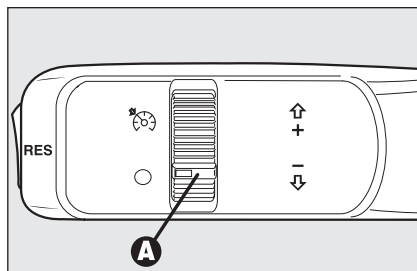

fig. 57
Tourner la bague **A-fig. 57** sur
- tourner la bague **A-fig. 57** sur et appuyer sur la pédale de l'accélérateur jusqu'à atteindre la vitesse souhaitée;
- en tournant la bague **A-fig. 57** sur **O**;
En cas de fonctionnement défectueux ou de panne du dispositif, tourner la bague A-fig. 57 sur O et s'adresser aux Services Agréés Alfa Romeo après avoir vérifié l'intégrité du fusible de protection.